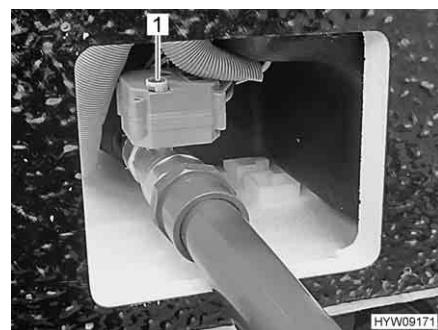

Fig. 159 Manovella (rubinetto di scolo delle acque grigie)
- Per aprire il rubinetto di scolo delle acque grigie sollevare la manovella (Fig. 159,1) e ruotarla in senso antiorario fino a battuta. La direzione di rotazione (O per apertura, S per chiusura) è indicata sulla manovella.
- Per chiudere il rubinetto di scolo delle acque grigie sollevare la manovella (Fig. 159,1) e ruotarla in senso orario fino a battuta.